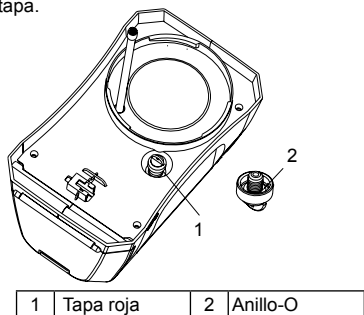

Figura 16
4. Separe el alojamiento del motor del tanque y colóquelo boca abajo. Consulte la figura 16.